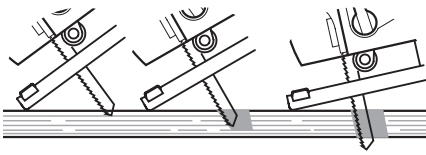

Rys. 8
7.7 Prowadnica do piłowania równoległego (Rys. 8)